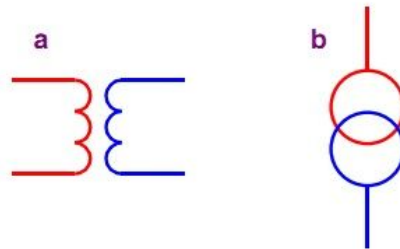

Рис. 2. Условное обозначение трансформатора в подробных (многолинейных) схемах (a) и в схемах электрических сетей (b)
Простейшие условные обозначения трансформаторов изображены на рис. 2; для наглядности разные обмотки трансформатора можно, как и на рисунке, представить разными цветами.
- Основными частями масляного трансформатора (рис. 2) являются магнитопровод и жестко закрепленные на нем обмотки. Для защиты от воздействий окружающей среды они помещены в стальной бак 1. Бак герметически закрыт крышкой 6. Сквозь крышку с помощью проходных изоляторов (вводов) 7 — 9 электрические цепи обмоток ВН выведены наружу. Над крышкой расположен расширитель 12, сообщающийся трубопроводом с баком. В разрез этого трубопровода установлено газовое реле 11.